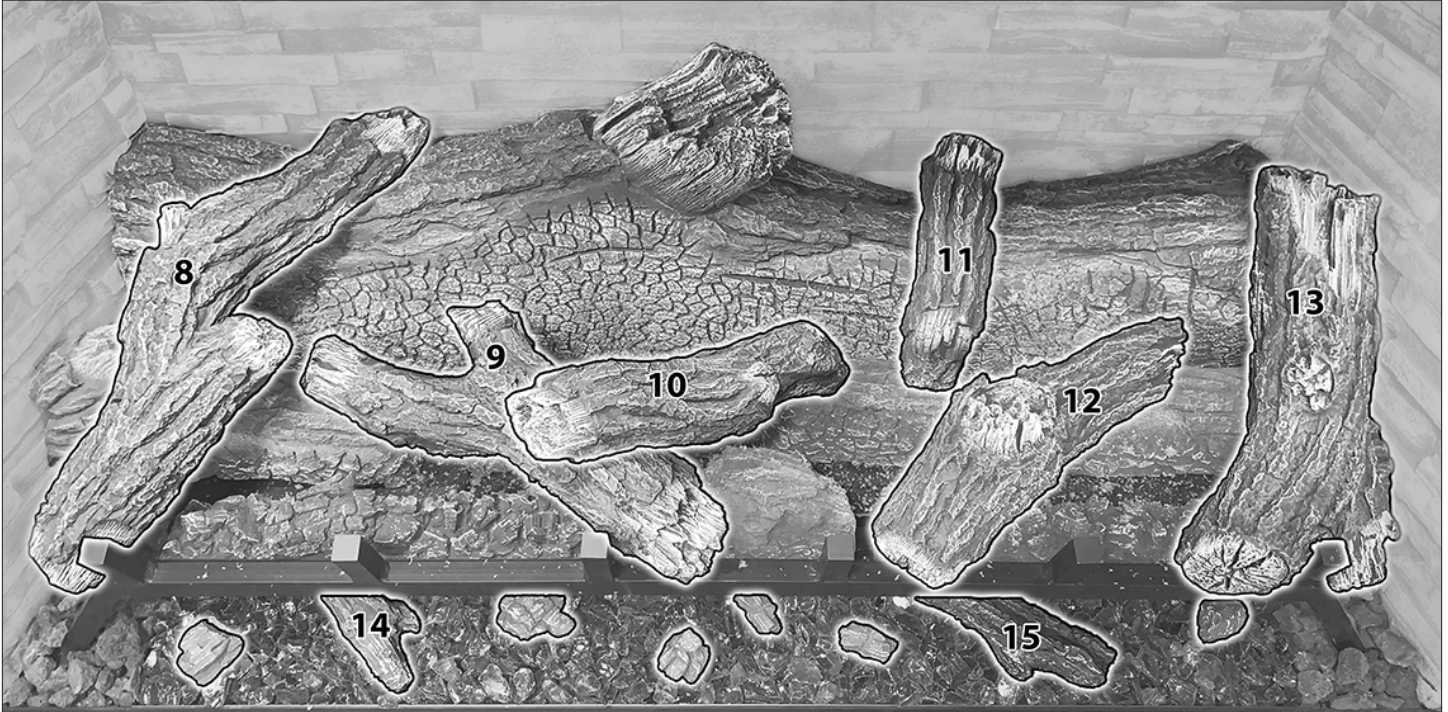

Figure 8.10, Bûches au haut
- Alignez le trou au bas de la bûche 8 avec la tige à gauche de la bûche 1 et fixez en place, tel que montré à la Figure 8.10 de la page suivante.
- Alignez la bûche 9 avec les encoches des bûches 2 et 3 (Figure 8.8). Fixez en place tel que montré à la Figure 8.10.
8.8) et fixez en place tel que montré à la Figure 8.10.
- Alignez la bûche 11 avec l'encoche (Figure 8.8) située légèrement à droite du centre de la bûche 1, et fixez en place tel que montré à la Figure 8.10.
- Alignez la bûche 12 avec l'encoche (Figure 8.8) de la bûche 7, tel que montré à la Figure 8.10.
- Alignez la bûche 13 avec l'encoche de la bûche 1 (Figure 8.8), et placez-la sur les bûches 7 et 1, tel que montré à la Figure 8.10.